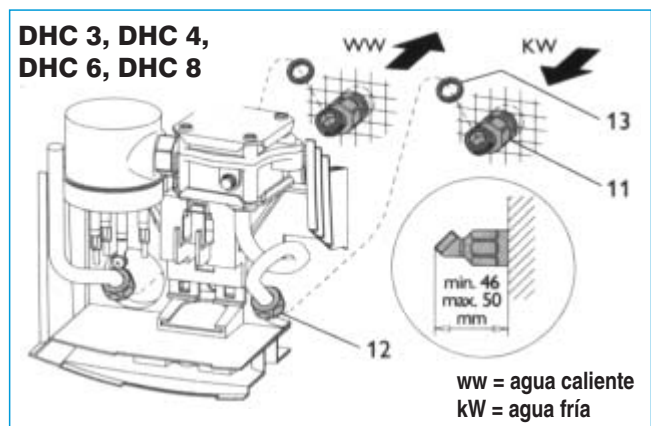

Fig. 12
2. Instalar los accesorios de conexión tal como se muestra en las fig. 12 ó 13.
5. En el caso de una **instalación de agua empotrada**, enroscar los accesorios de unión en los tubos de agua de la forma mostrada en la fig. 12.
Instalación empotrada (fig. 12):